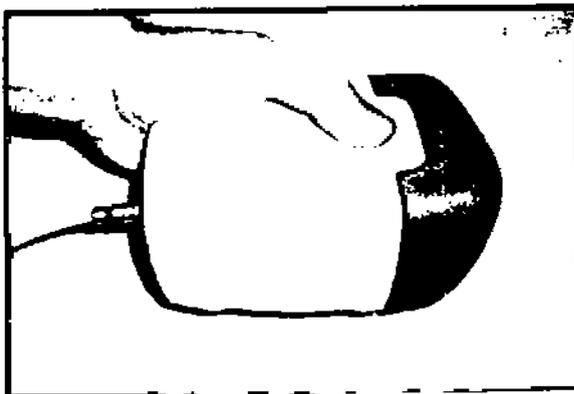

Fig.7. Fig.7: Sujeción correcta de la cámara.
1. La orientación correcta de la cámara es la que se observa en la siguiente fotografía (Fig.7), en la que el lateral de la carcasa con una hendidura debe quedar orientado hacia arriba: